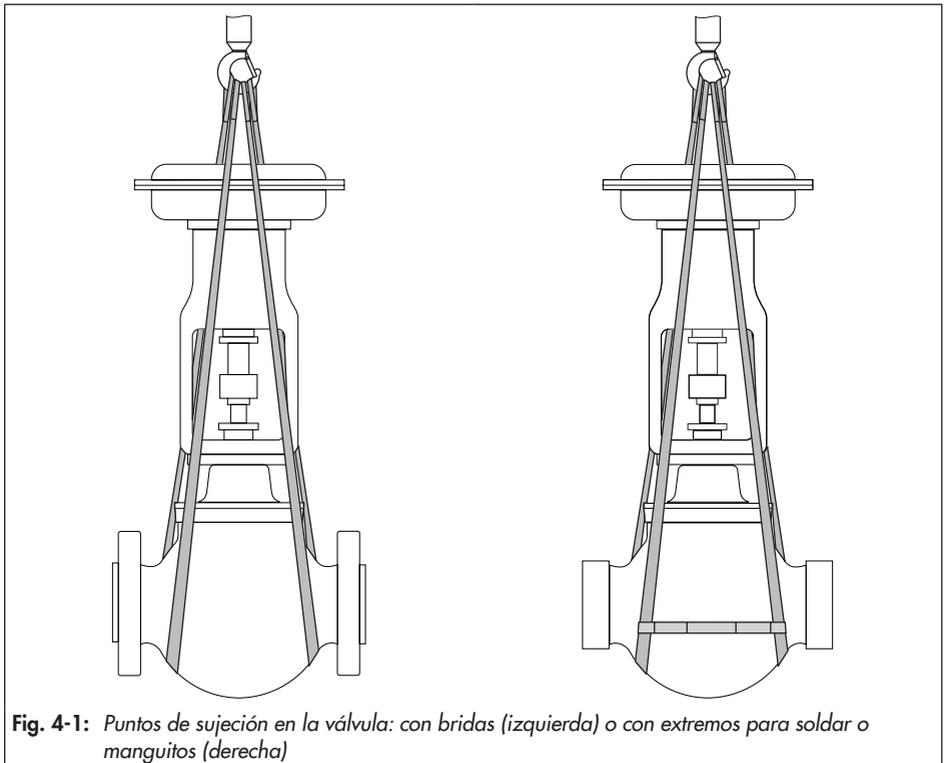

Fig. 4-1: *Puntos de sujeción en la válvula: con bridas (izquierda) o con extremos para soldar o manguitos (derecha)*
- Utilizar un gancho con pestillo de seguridad en el dispositivo de elevación (ver Fig. 4-1) que impida que las eslingas se deslicen durante el levantamiento y transporte.
1. Fijar una eslinga de elevación (u otro arnés adecuado) a las bridas o extremos para soldar del cuerpo de la válvula y al equipo de elevación (p. ej. gancho) de la grúa o carretilla elevadora, ver. Fig. 4-1.